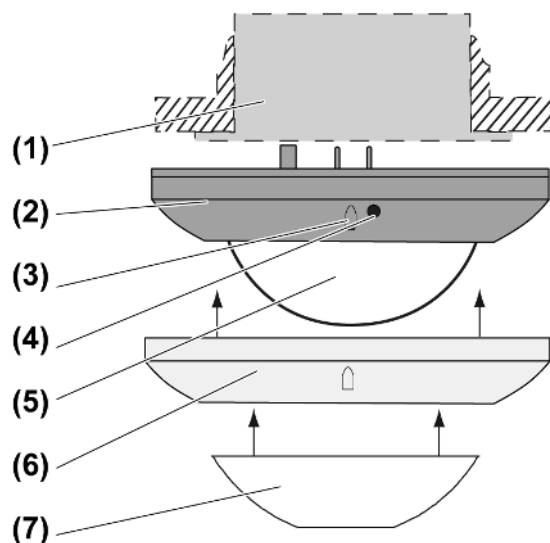

Bild 1: Geräteaufbau
- Koppelmodus aktivieren: Taste **Bluetooth**  (4) (Bild 1) länger als 4 Sekunden drücken. Die blaue LED blinkt. Der Koppelmodus ist für eine Minute aktiv.